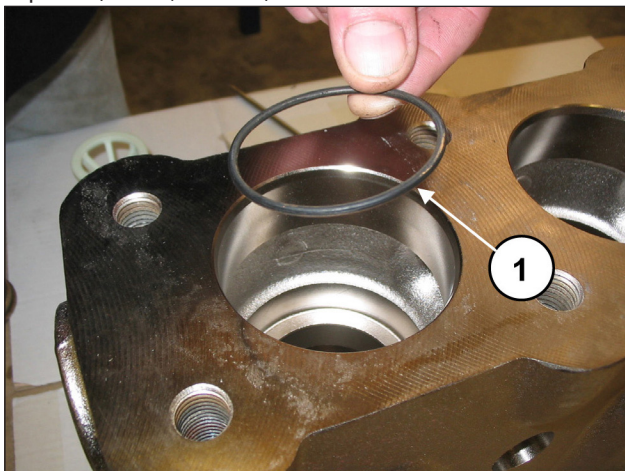

Рис. 118
Вставьте кольцо O-ring, поз. №6 на детализовочном чертеже (поз. ①, Рис. 118).